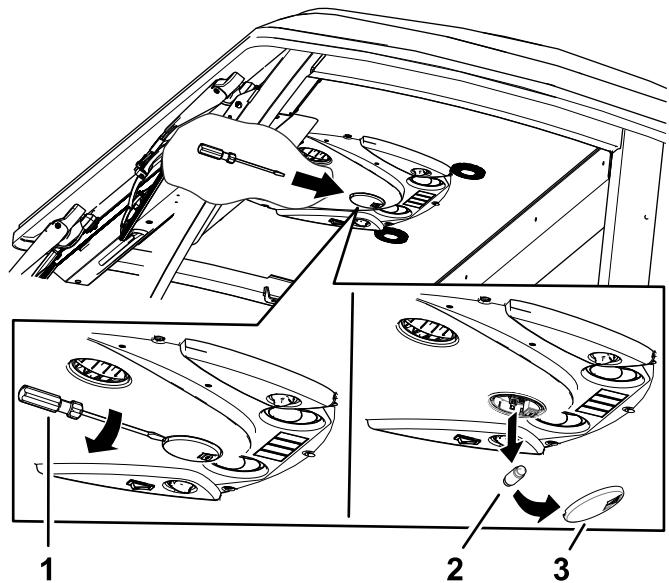

Рисунок 85
- Снимите защитное стекло осветительного прибора с панели управления с помощью отвертки (Рисунок 85).
- Выньте лампу из основания осветительного прибора (Рисунок 85).